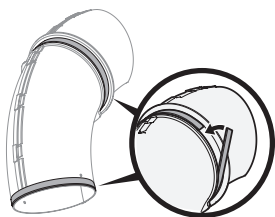

Figure 21
1. Retirez la bande protectrice de l'une des bandes autocollantes en mousse fournies avec Xvotre sac à herbeX. Collez la bande autocollante sur la goulotte supérieure en l'alignant avec la bride comme indiqué dans la Figure 21.
2. Retirez la bande protectrice de l'autre bande autocollante en mousse, puis collez la bande sur la goulotte supérieure en l'alignant avec l'extrémité inférieure comme indiqué dans la Figure 21.